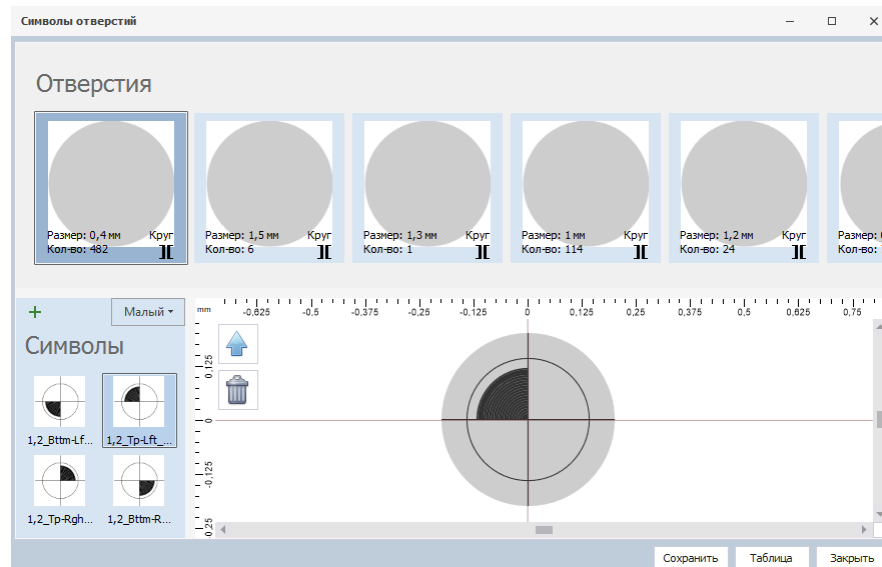

Рис. 40 Окно назначения символов отверстиям текущего проекта
3. В открывшемся окне «Символы отверстий» назначить символы для отверстий, содержащихся в текущем проекте, см. Рис. 40. Символы отверстий хранятся в разделе «Графические символы» в Стандартах системы.